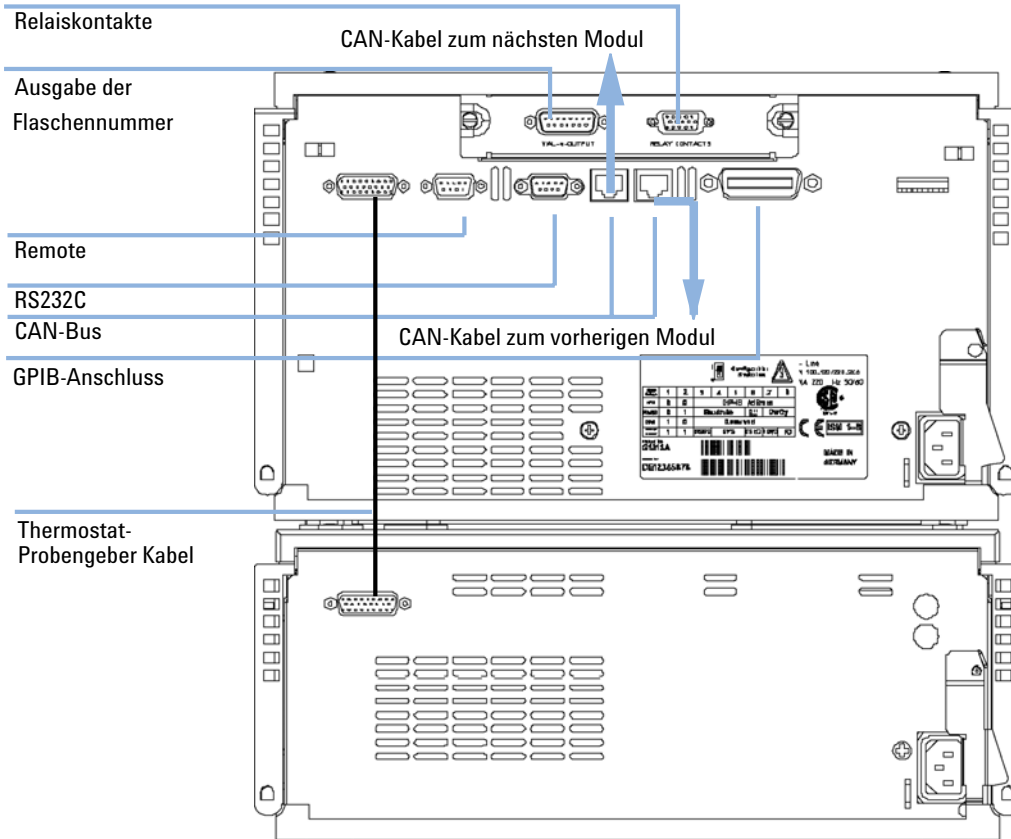

Abbildung 11 Kabelanschlüsse
- 5 Schließen Sie das CAN-Schnittstellenkabel an die anderen Module im System an (siehe Abbildung 5 auf Seite 23 und Abbildung 11 auf Seite 30).
- 6 Schließen Sie zusätzliche Schnittstellen- oder Steuerkabel am thermostatisierbaren Probengeber gemäß Abbildung 5 auf Seite 23 und Abbildung 11 auf Seite 30 an. Weitere Informationen sind den Unterlagen zum Agilent Steuermodul der Serie 1200 bzw. zur ChemStation für die LC zu entnehmen.
- 7 Schließen Sie ggf. weitere benötigte Kabel an (siehe Abbildung 11 auf Seite 30).